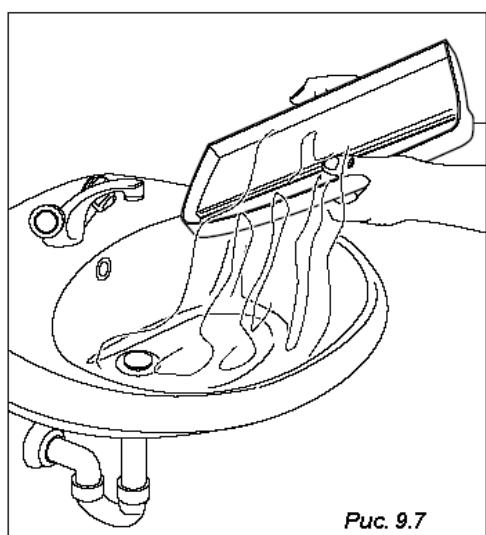

Рис. 9.7
- слейте всю жидкость из раздаточной камеры (*Рис. 9.7*).